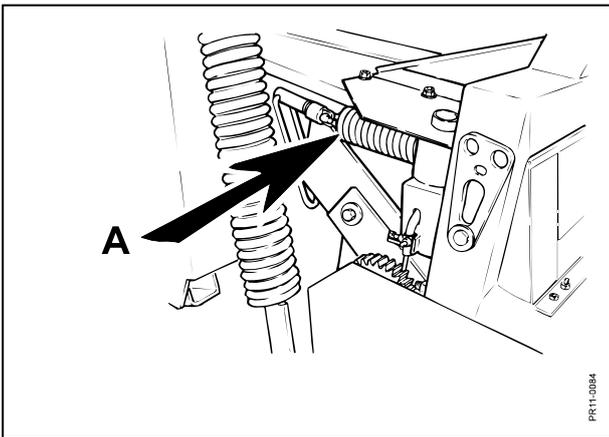

Fig. 3-25
**Fig. 3-25** Um andauernd einen angemessenen Walzendruck zu erreichen, bei großen sowie bei kleinen Grasmengen, ist die obere Walze federbelastet, und die Federung ermöglicht gleichzeitig, daß die Walzen nachgeben können, falls ein Fremdkörper zwischen die Walzen gerät.